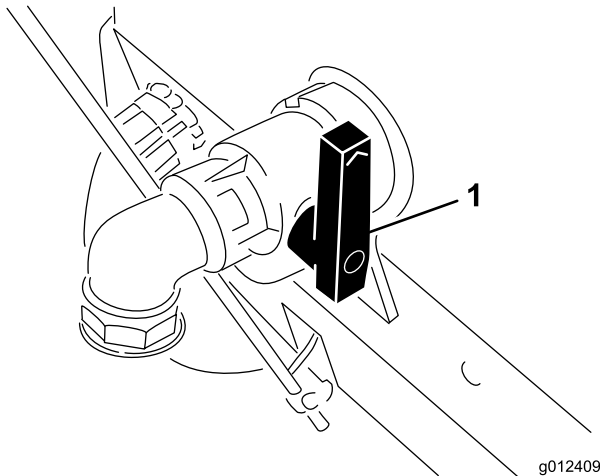

Figure 21
3. Vérifiez que le levier de commande de pulvérisation est désengagé et que la vanne de purge de la cuve (Figure 21) est fermée.